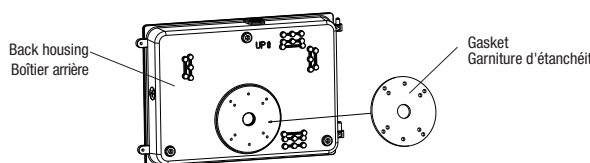

Fig. 4
5. Paste the gasket on the external round area of the back plate of luminaire (Fig. 4).
5. Coller la garniture d'étanchéité sur la surface ronde extérieure du boîtier arrière du luminaire (Fig. 4).